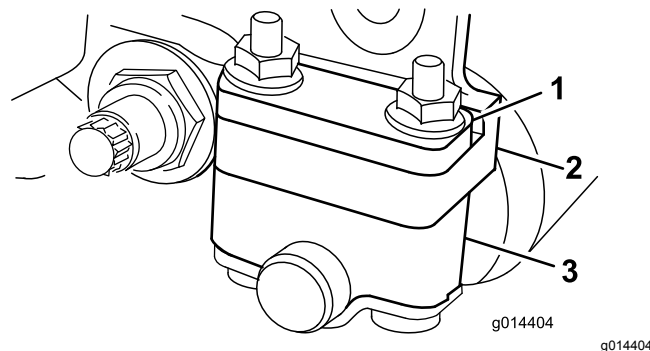
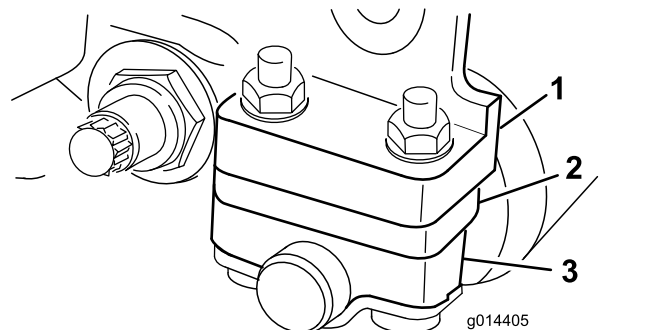

Рисунок 12
Рисунок 13
В зависимости от требуемого диапазона высоты скашивания установите кронштейны заднего валика (Рисунок 12 или Рисунок 13) в нижнее или верхнее положение.
- Если настройки высоты скашивания находятся в диапазоне от 1,5 до 6 мм, установите проставку над монтажным фланцем боковой пластины (установленной на заводе), как показано на Рисунок 12.
- Если настройки высоты скашивания находятся в диапазоне от 3 до 25 мм, установите проставку под монтажным фланцем боковой пластины, как показано на Рисунок 13.
- Установите проставки на болты над или под кронштейнами валика, в соответствии с требуемым положением (Рисунок 12 или Рисунок 13).